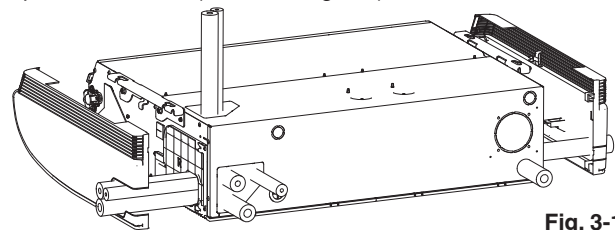

Fig. 3-18
- Le posizioni di collegamento dei tubi del refrigerante sono mostrate nella figura qui sotto. (Le tubazioni possono venire messe in posa in 3 direzioni diverse.) (Fig. 3-18)
* Se il tubo flessibile di scarico viene fatto passare dal lato sinistro, vedere la Fig. 3-18 e seguire la procedura sopra descritta per installare il tubo flessibile. Riapplicare il tappo in gomma rimosso in precedenza sul lato destro.